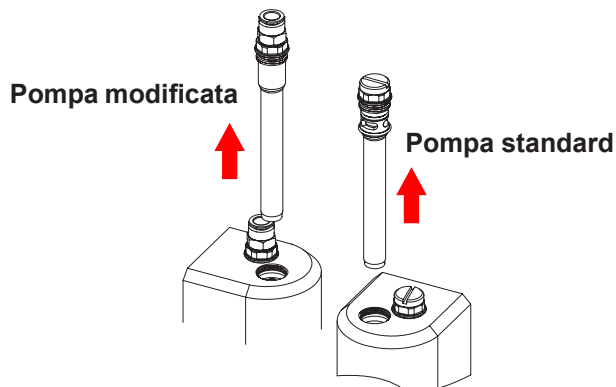

Figura 15 Rimozione dei tubi di fluidizzazione
2. Vedi Figura 15. Allentare il tappo di accesso del tubo di fluidizzazione ed estrarre il tubo di fluidificazione dritto dal corpo della pompa.